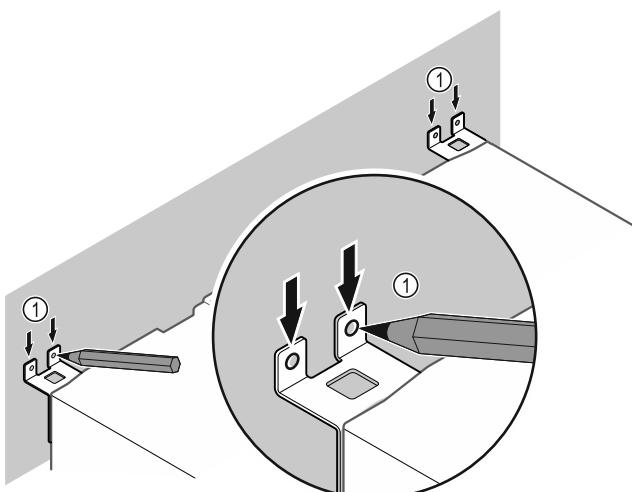

Fig. 12
- Встановити маркування на стіні Fig. 12 (1).